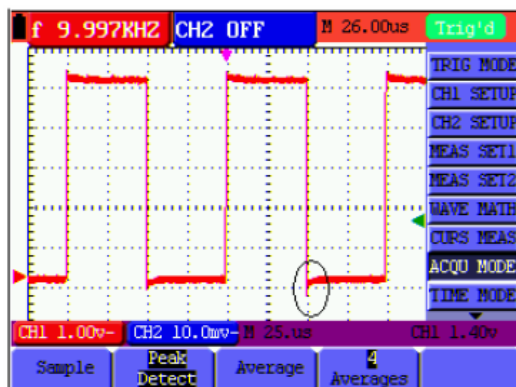

Рис. 16: Режим Пиковый детектор (Peak Detection)
3. Нажмите **F3** для включения режима Peak Detect/ Пиковый детектор (см. рис. 16).